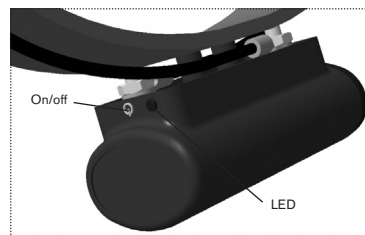

Fig. 2. On/off
- > Approcher un aimant dans la zone d'activation/désamorçage (voir Fig.2).